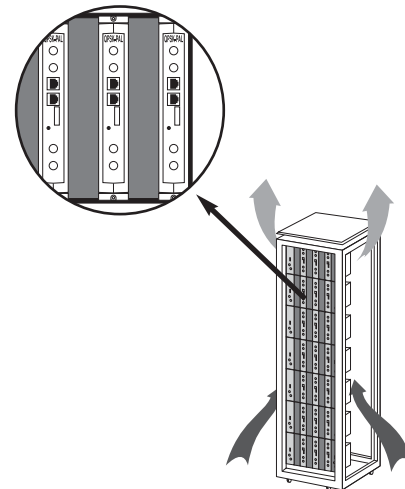

fig. 6
Para a instalação das unidades em racks sem ventilação, quando o rack se encontra em lugares com temperatura ambiente perto dos 40°C, recomenda-se a colocação da Rack completamente aberta, ou seja prescindindo das portas laterais afim de favorecer a ventilação das unidades, sendo opcional a colocação dos painéis cegos ref. 5073, fig. 6.